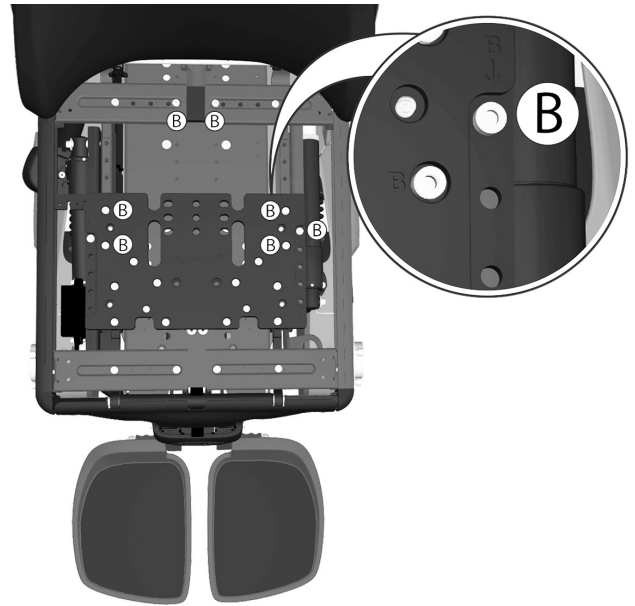

Abbildung 65. Die Position für die Rückenlehne (hinterer Teil des Sitzrahmens) wird von fünf Schrauben, gekennzeichnet mit dem Buchstaben B, fixiert.
6. Die sieben mit (B) gekennzeichneten Schrauben für den hinteren Teil des Sitzrahmens demontieren, siehe Abbildung. 65.